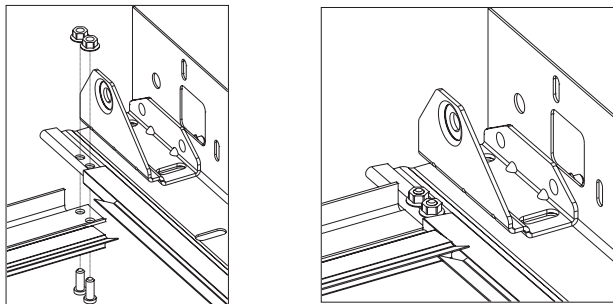

Рис.7.3. Установка нащельника
- Соединить опорные стойки с нащельником при помощи двух пресс-болтов М6х12 и гаек с буртиком (рис.7.3).